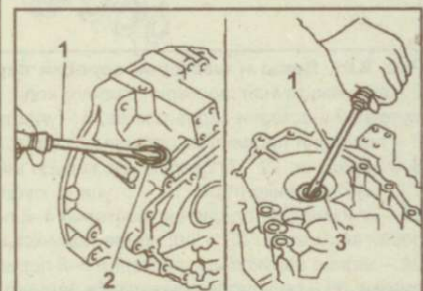

Рис. 9.58. Использование отвертки (1) для снятия пылезащитного уплотнения (2) и сальника (3) первичного вала
29. Отверткой с плоским лезвием снимите пылезащитное уплотнение, сальник первичного вала и сальник тяги переключения передач (рис. 9.58).